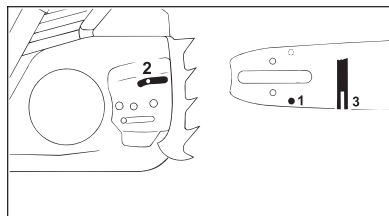

Рис. 52
- Регулярно очищать впускное отверстие для масла (рис. 52, поз. 1), выпускной масляный канал (рис. 52, поз. 2) и паз направляющей (рис. 52, поз. 3).